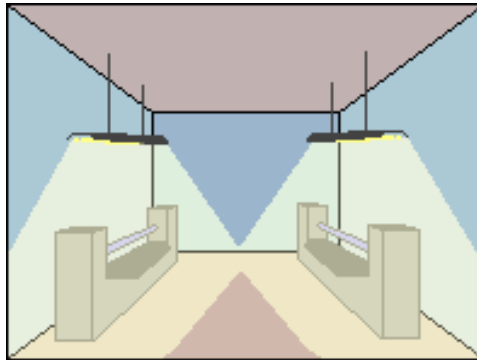

Figura 56. Alumbrado general localizado.
- Alumbrado general localizado: proporciona una distribución no uniforme de la luz, de manera que ésta se concentra sobre las áreas de trabajo; en las zonas de paso se ilumina con una luz más tenue. Se consiguen así, importantes ahorros energéticos puesto que la luz se concentra donde hace falta. Desde luego que esto presenta algunos inconvenientes, uno de de ellos es: la diferencia de luminancias entre las zonas de trabajo y las de paso es muy grande y se puede producir deslumbramiento molesto. Este alumbrado se consigue concentrando las luminarias sobre las zonas de trabajo. (Ver Figura 56).